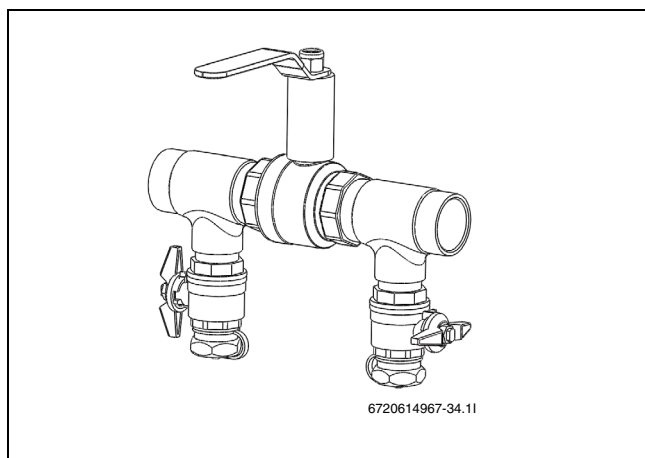

Bild 24 Befülleinrichtung in Druckerhöhungsp-osition
- Nach erfolgter Entlüftung Kreis unter Druck setzen. Ventile der Befülleinrichtung auf Druckerhöhungsp-osition stellen und Kreis mit 2,5 bis 3 bar unter Druck setzen(→ Bild 24).